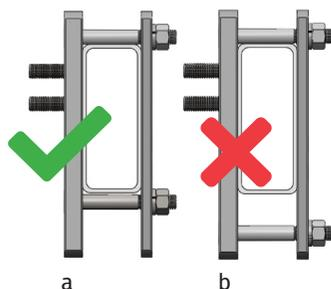

Figura 10
2. Inserte el segundo perno de $\frac{3}{8}$ " x $3 \frac{1}{4}$ " a través del orificio abierto más cercano a la parte superior del marco del remolque. (Figura 10)